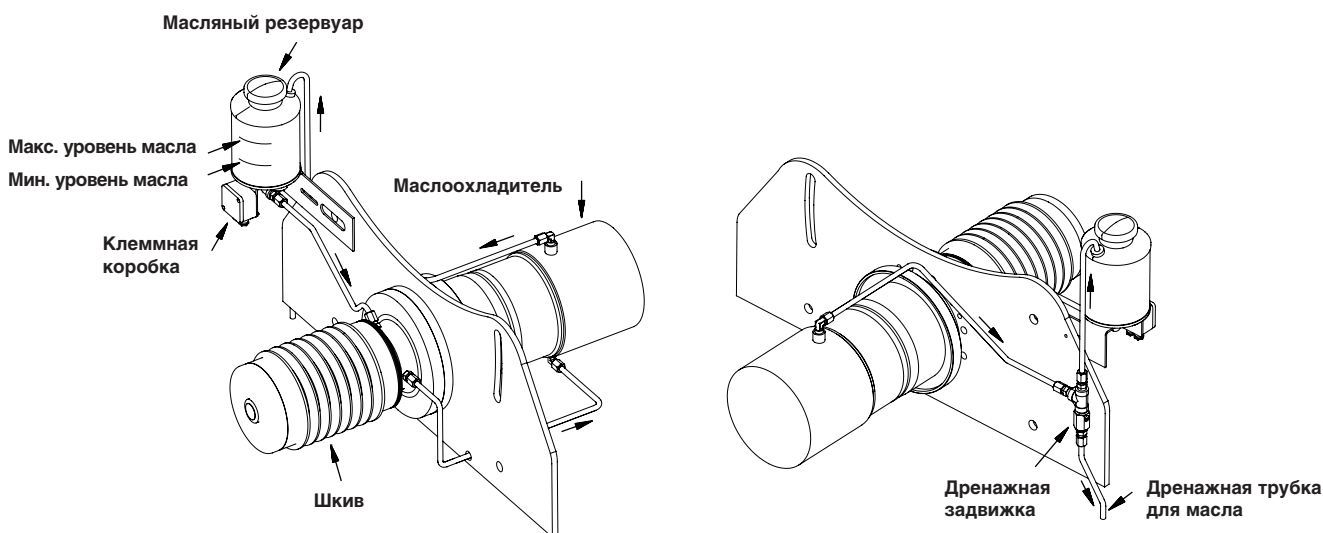

Рис. 13
Бустерные модули VME и VMET оснащены масляной системой смазки для двух шарикоподшипников в шкиве. В ходе работы моторное масло должно постоянно поступать в масляный резервуар. Чтобы проверить приток масла, необходимо заглянуть в резервуар, см. рис. 13.
2. Открыть дренажную задвижку, см. рис. 13. Масло будет вытекать через дренажную трубку.
1. Убедитесь, что дренажная задвижка закрыта, см. рис. 13.